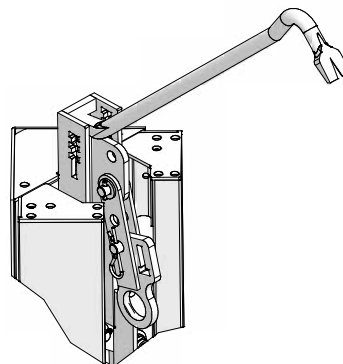

Fig. 48.5 C
7. Pour remettre l'angle intérieur décoffrant en position initiale, placer le pied-de-biche sur le point C (Fig. 48.5 C) et le pousser vers le bas.